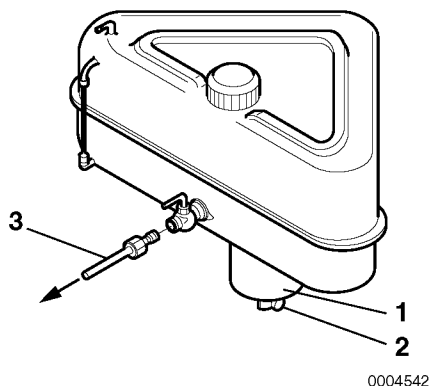

Figure 2
Installeer een aftapkraan (**Figure 2, (2)**) op de bodem van de brandstoftank, om water en contaminanten (vuil) uit de bezinkkolf te verwijderen (**Figure 2, (1)**).